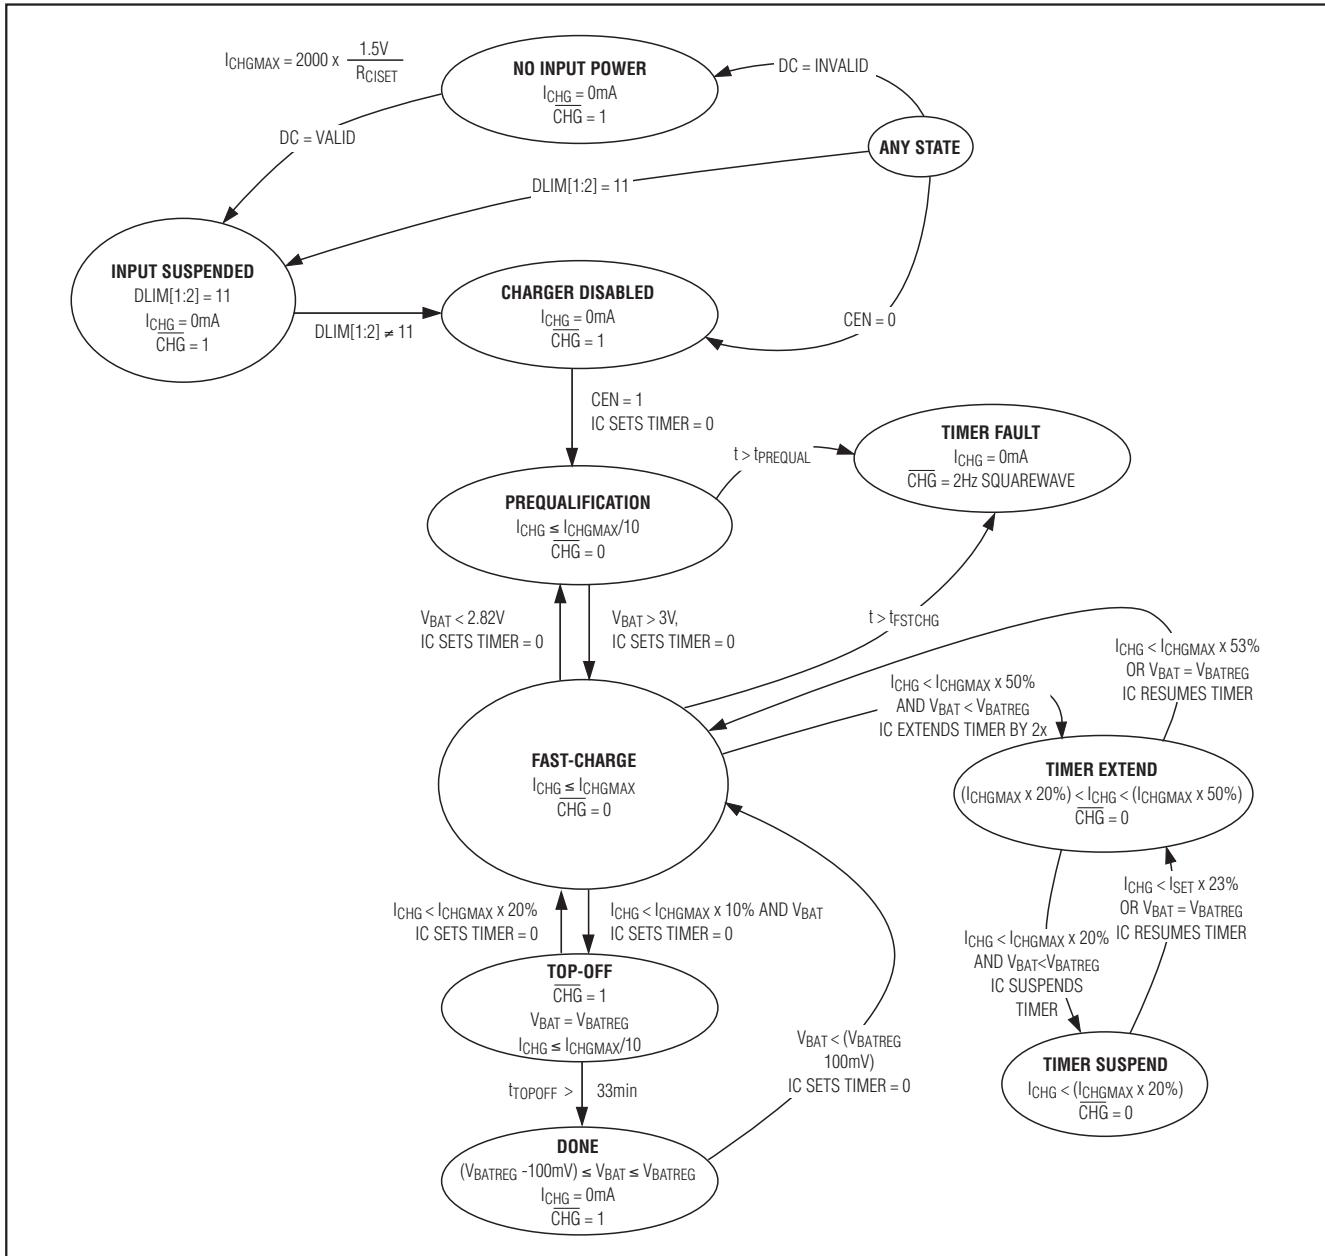

图3. Li+/锂聚合物充电状态流程图
- 电池充电过程完成时终止充电，如图2和图3所示。
$\overline{CHG}$ 是漏极开路、低电平有效的充电器状态输出。如图2和图3所示，充电器处于预充或快充状态时， $\overline{CHG}$ 置低。在以上任一状态下，定时器计数超时， $\overline{CHG}$ 以2Hz速率闪烁指示故障状态，并在CEN置低、断开DC或设置DLIM[1:2] = 11复位充电器之前始终保持这一故障指示。
如图3所示，故障定时器可防止电池被无限制地充电。在预充模式中，充电时间为内部固定的33分钟。